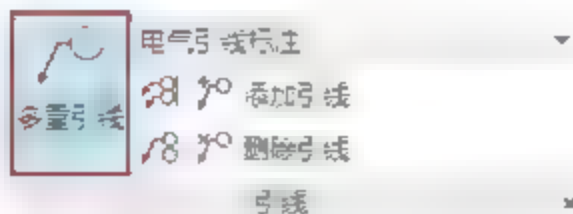

图5-93 单击按钮
- 【注释】选项卡：在【注释】选项卡中，单击【引线】面板中的【多重引线】按钮，如图5-93所示。